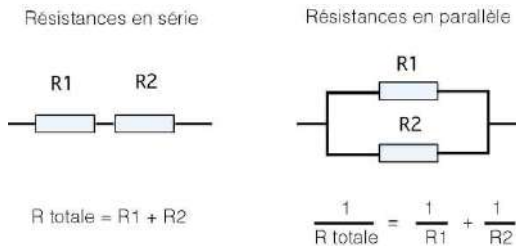

Figure 3 : Groupement de résistances
**Résistances en parallèle :** la résistance équivalente à un groupement en parallèle se calcule suivant la formule indiquée à la figure 3. Elle est inférieure à la plus petite des résistances. Dans ce cas, plus on ajoute de résistances, plus l'intensité augmente. C'est ce qui se produit lorsqu'on branche plusieurs appareils sur une même prise.